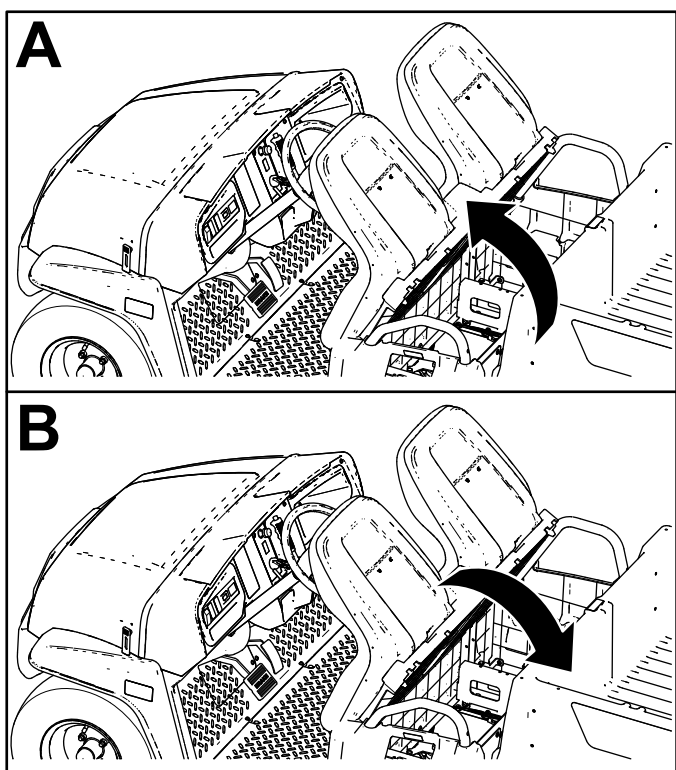

Figura 29
Pentru a ridica ansamblul scaunului, împingei ansamblul scaunului înainte, până când se sprijină pe volan (Figura 29).
Pentru a coborî ansamblul scaunului, împingei-l în spate până când revine în poziția inițială (Figura 29).
1. Împingei ansamblul scaunului în față în poziție ridicată (Figura 29).